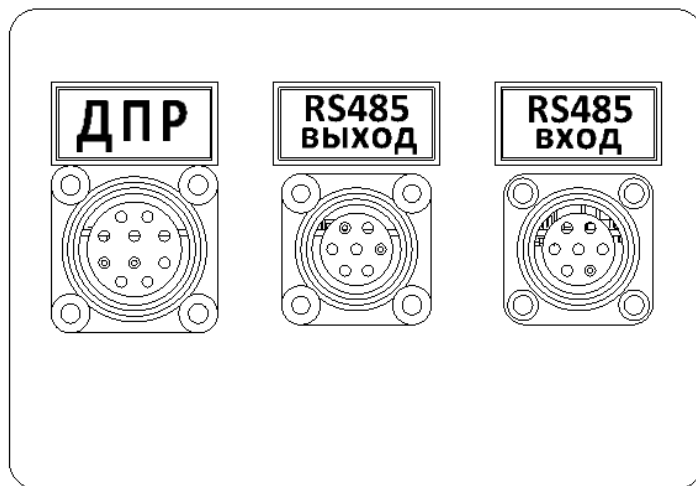

Рисунок 2 – Группа сигнальных разъемов
1.4.1.6 Группа сигнальных разъемов (см. рис. 2) состоит из разъемов подключения датчика положения ротора, и разъемов последовательного интерфейса.